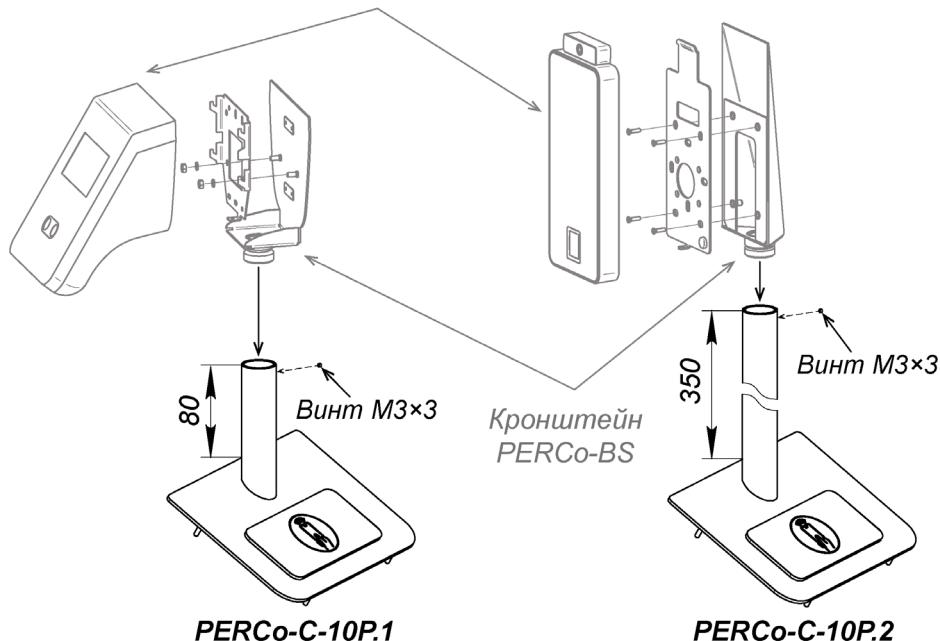

Рисунок 32. Внешний вид боковых крышек PERCo-C-10P.1, PERCo-C-10P.2
- Боковая крышка **PERCo-C-10PJ** предназначена для установки сканера вен ладони **BioSmart PalmJet**. Сканер поставляется отдельно от крышки. Крышка выполнена из нержавеющей стали, сканер устанавливается непосредственно на боковую крышку (см. рис. 32), монтажная пластина и рамка входят в комплект поставки боковой крышки.